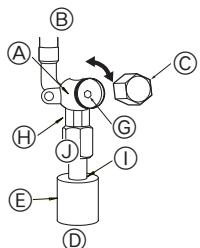
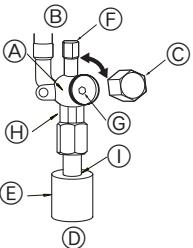

Fig. 4-5
Fig. 4-6
(1) Lado del gas de P100-P140 (Fig. 4-5)
- ① Abra la tapa y gire la varilla de válvula hacia la izquierda hasta su tope, utilizando una llave hexagonal de 5 mm. Deje de girar cuando llega al tope. (ø15,88: Aproximadamente 13 revoluciones)
- ② Cerciórese de que la válvula de parada esté completamente abierta y enrosque la tapa en su posición original.
(2) Lado del líquido de P100-P140 (Fig. 4-6)
- ① Abra la tapa y gire la varilla de válvula hacia la izquierda hasta su tope, utilizando una llave hexagonal de 4 mm. Deje de girar cuando llega al tope. (ø6,35: Aproximadamente 4,5 revoluciones) (ø9,52: Aproximadamente 10 revoluciones)